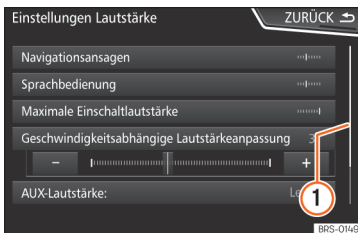

Abb. 180 Listeneinträge eines Einstellungsmenüs.
Auf der rechten Seite befindet sich die Scroll-Leiste, deren Größe von der Anzahl der Listeneinträge abhängt » Abb. 180 ①.